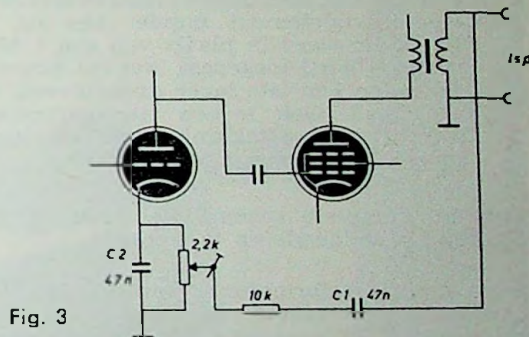

Fig. 3
c) frequentie-afhankelijke tegenkoppeling toegepast (zie fig. 3).  $C_1$  vermindert de tegenkoppeling voor het laag,  $C_2$  voor het hoog.